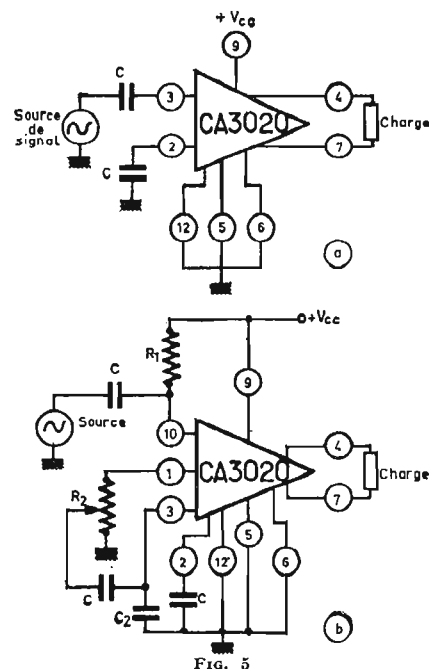

FIG. 5
La figure 5 donne en (A) le montage avec entrée au point 3, c'est-à-dire directement sur la paire différentielle et en (B) sur le point 10, c'est-à-dire sur la base de Q1 le transistor tampon ou intermédiaire. Comme on l'a indiqué plus haut, dans le montage (B) on réalise une impédance d'entrée élevée autorisant le branchement de sources dont l'impédance est de valeur égale ou inférieure à 40 kΩ environ.